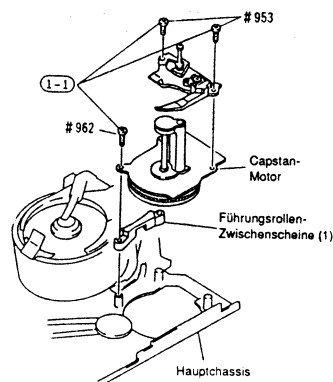

Abb. 2-64
- Drei (3) Befestigungsschrauben des Capstan-Motors entfernen (siehe Abb. 2-64).
- Die Führungsrollen-Zwischenschiene (1) aus dem Hauptchassis herausziehen (siehe Abb. 2-64).